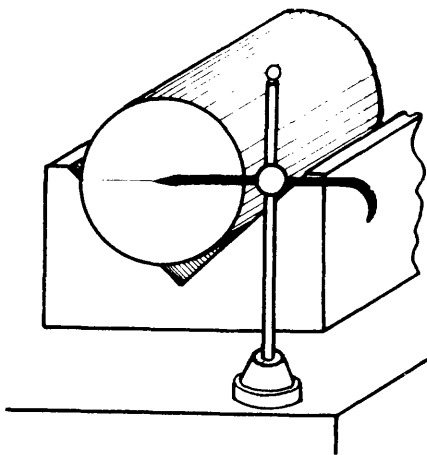

Fig. 1 Trazado del eje principal con base en el centro de la pieza.
- c Trace (figs. 1, 2, 3 y 4).